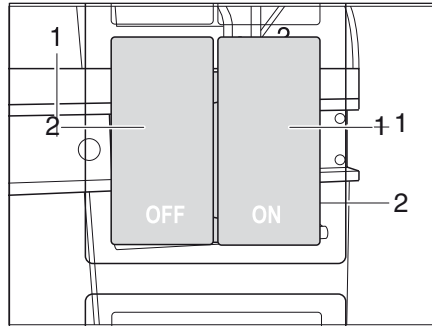

Bild 125 Omkopplare för köksmanövrarens centrallås
Köksmanövraren är försedd med ett centrallås. Luckorna och lådorna i köket kan låsas och låsas upp manuellt med omkopplaren (Bild 125).
*Låsa* ■ Tryck på omkopplaren ON (Bild 125,1). Luckor och lådor i köket är låsta.
*Låsa upp* ■ Tryck på omkopplaren OFF (Bild 125, 2). Luckor och lådor i köket är upplåsta.